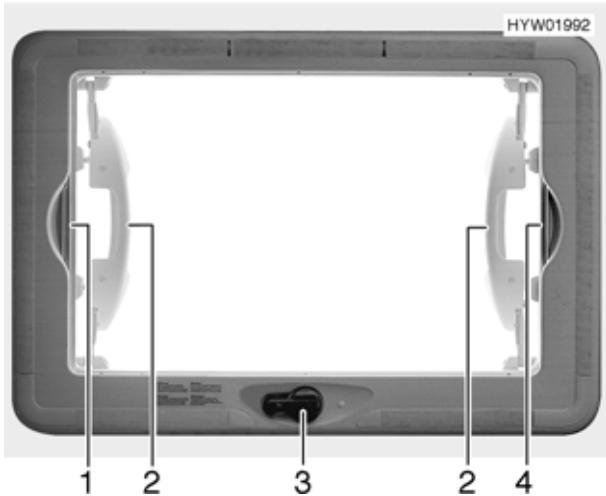

Bild 68 Hebe-Kippdach
- Handkurbel (Bild 68,3) drehen, bis Widerstand spürbar ist (max. Öffnungswinkel 70°).
- ▷ Das Hebe-Kippdach darf nur mit beiden Händen an den Griffen (Bild 68,2) bedient werden.
- Faltverdunklung am Griff (Bild 68,1) zum gegenüberliegenden Griff des Insektschutzrollos (Bild 68,4) ziehen und einrasten lassen.
- Griff der Faltverdunklung (Bild 68,1) aushängen.
- Insektschutzrollo am Griff (Bild 68,4) zum gegenüberliegenden Griff der Faltverdunklung (Bild 68,1) ziehen und einrasten lassen.
- Insektschutzrollo am Griff der Faltverdunklung (Bild 68,1) aushängen.
- Insektschutzrollo am Griff (Bild 68,4) langsam zurückführen.